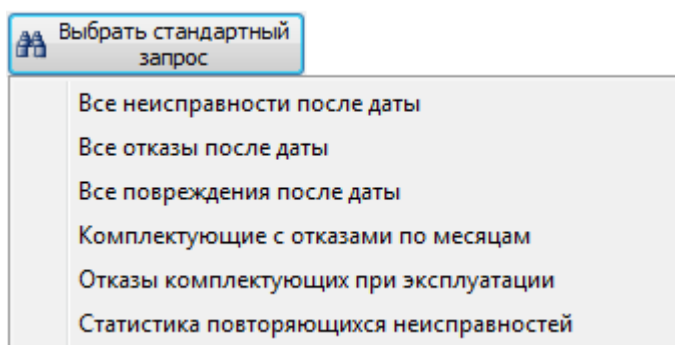

Рис. 13-311 – Кнопка «Выбрать стандартный запрос»
4) При необходимости воспользоваться стандартными запросами, нажать кнопку «Выбрать стандартный запрос» и из раскрывшегося списка выбрать стандартный запрос (рис. 13-311).